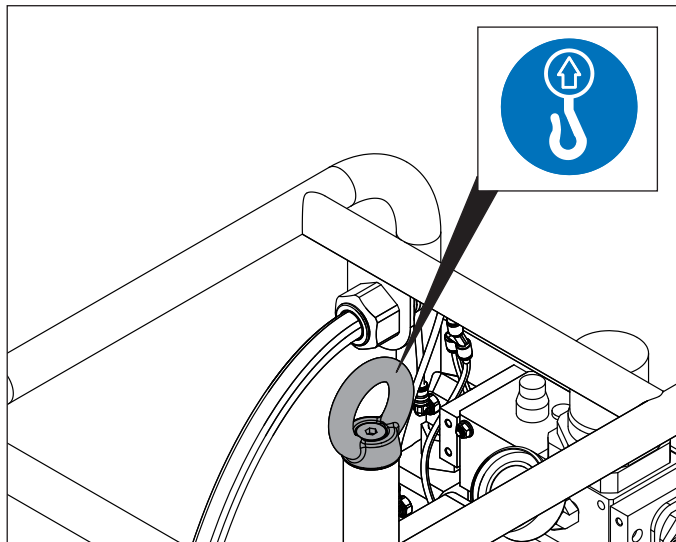

Figura 7: Argolla de elevación de la bomba
- Levante la bomba solo con la argolla de elevación incorporada. Consulte Figura 7 para la ubicación. NO utilice el bastidor protector, el depósito hidráulico o la caja del motor de aire como un punto de elevación.